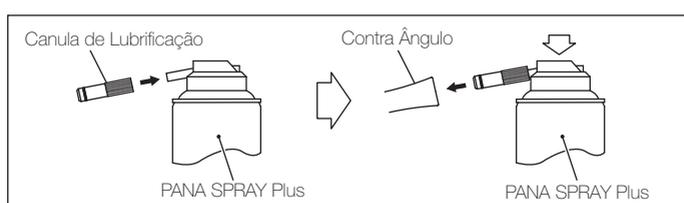

Fig. 3
■ Lubrifique com PANA SPRAY Plus (Fig. 3)